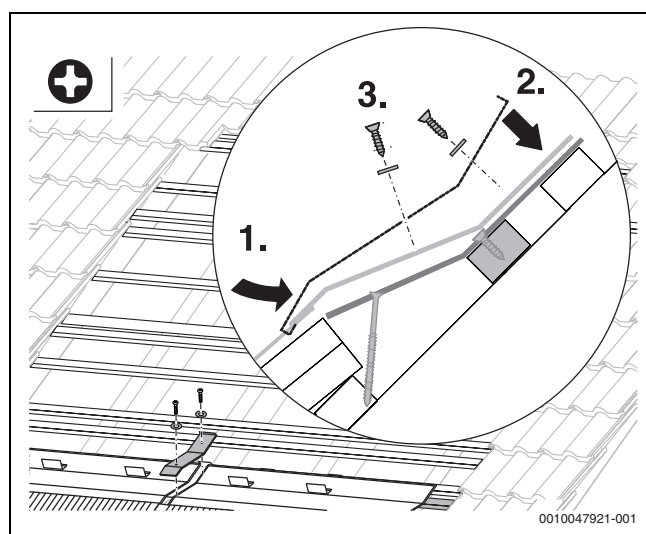

Bild 33 Oberteil montieren
1. Oberteil des Verbinders an unterer Kante der Eindeckbleche einhaken (→ Bild 33).
2. Oberteil andrücken (→ Bild 33).
3. Oberteil mit 2 Dichtscheiben und Schrauben auf Unterteil schrauben (→ Bild 33). Dabei die Schrauben nicht zu fest anziehen. Akkuschrauber: niedrige Geschwindigkeit einstellen.